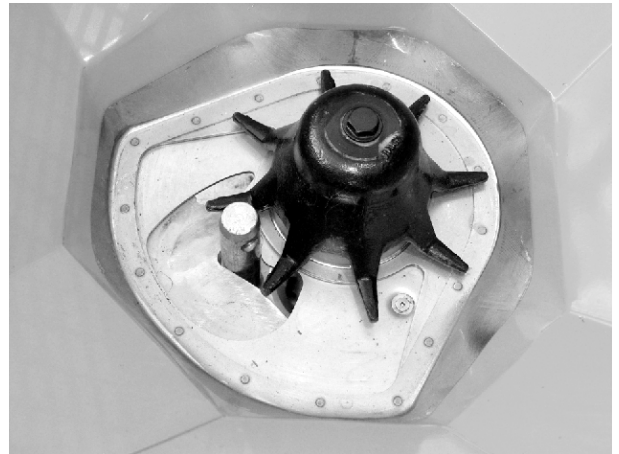

Рис. 59: Болт нижней тяги в дозировочном отверстии
- ✓ Заслонка дозатора слегка прижата к болту. См. *Рис. 59 Болт нижней тяги в дозировочном отверстии.*